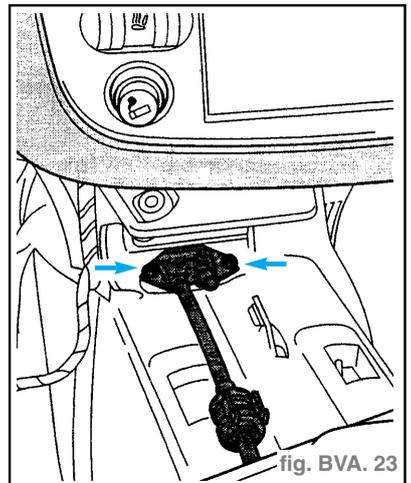

fig. BVA. 23
- Pousser le canal d'air du diffuseur de plancher vers l'arrière jusqu'à ce que le contre-palier du câble Bowden du levier sélecteur soit accessible et que les écrous (flèches) puissent être déposés. (fig. BVA. 23)